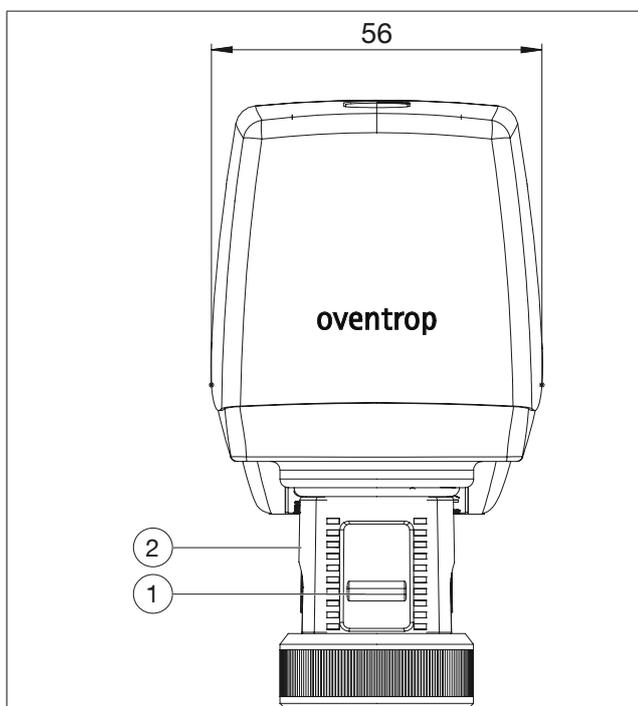

Fig. 2: Vue de face
- ▷ Protéger l'affichage de la position de la levée en pivotant le cache poussière (position (2) sur la Fig. 2) de 180°.